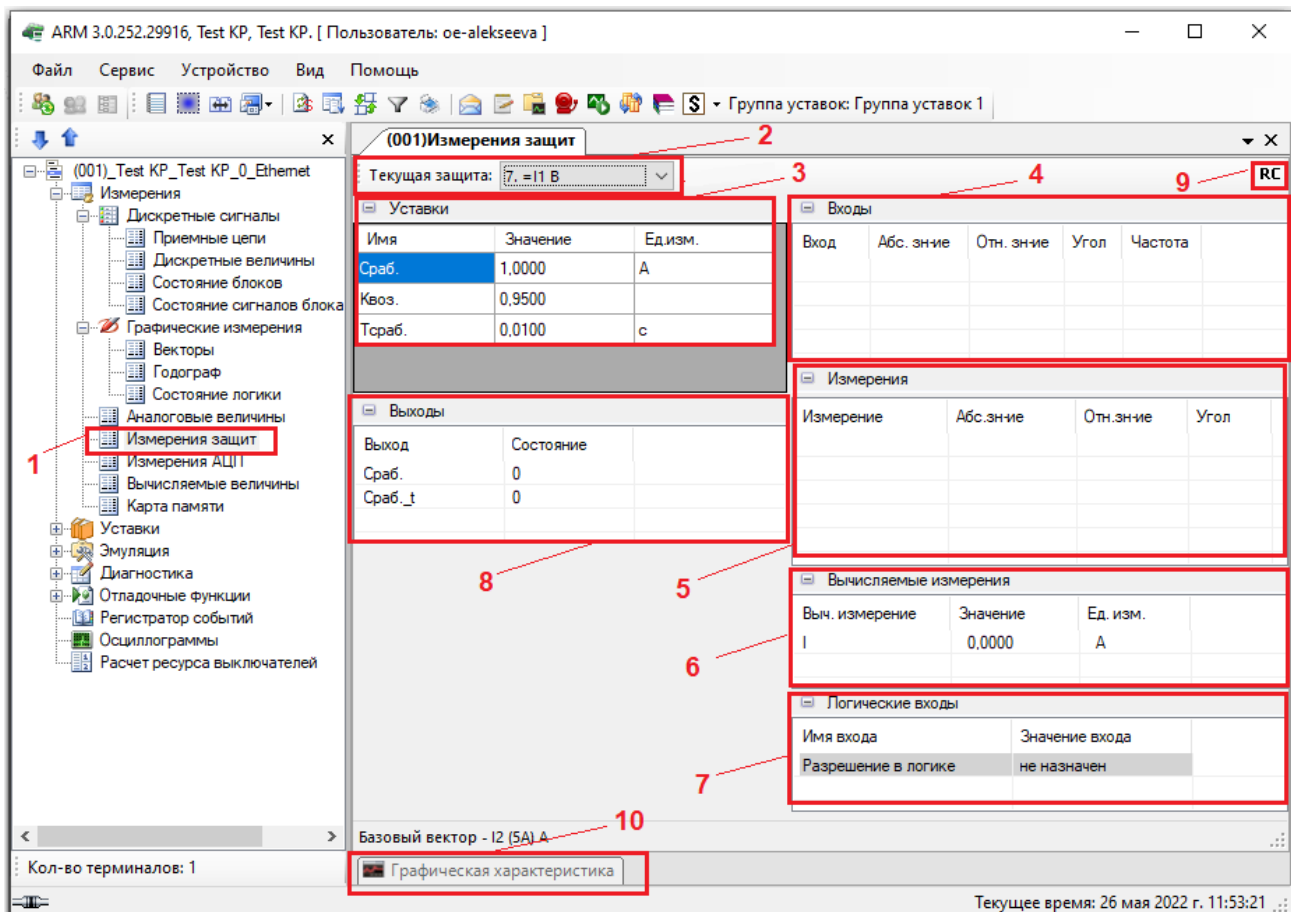

Рисунок 5.39
Окно **Измерения защит**, пункт меню «дерева» терминала **Измерения** → **Измерения защит** (см. рисунок 5.39, поз. 1), предназначено для просмотра уставок, входов, выходов и измерений защит.
Текущая защита (см. рисунок 5.39, поз. 2)
Уставки защиты (см. рисунок 5.39, поз. 3)
Входы (см. рисунок 5.39, поз. 4)
Измерения (см. рисунок 5.39, поз. 5)
Вычисляемые измерения (см. рисунок 5.39, поз. 6)
Логические входы (см. рисунок 5.39, поз. 7)
Выходы (см. рисунок 5.39, поз. 8)
Флажок Учитывать RC-цепочку (RC) (см. рисунок 5.39, поз. 9)
Панель Графическая характеристика (см. рисунок 5.39, поз. 10)